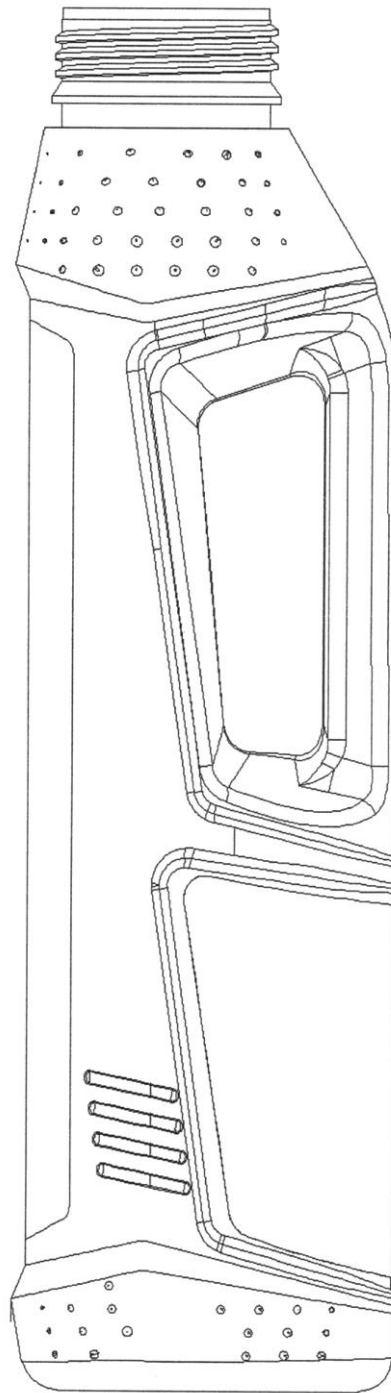

Fig. 4
- fig. 4 - odmianę 1 butelki w widoku z boku,